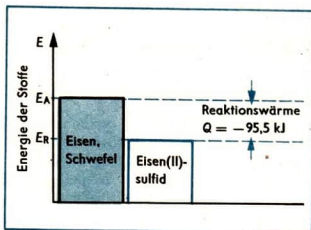

Abb. 33 Energiediagramm zur chemischen Reaktion von Schwefel mit Eisen
Die chemische Reaktion von Schwefel mit Eisen ist eine exotherme Reaktion. Die Energie der Ausgangsstoffe ist größer als die Energie der Reaktionsprodukte (Abb. 33). ⑦ ⑧
- ① Erläutern Sie am Beispiel der Herstellung von a) Branntkalk, b) Ammoniak, c) Schwefeltrioxid, wie bei chemisch-technischen Verfahren Energie rationell eingesetzt wird!
- ② Begründen Sie die verwendeten Vorzeichen für die Reaktionswärmen (↗ Abb. 33, 34)!
- ③* Gegeben ist die chemische Gleichung